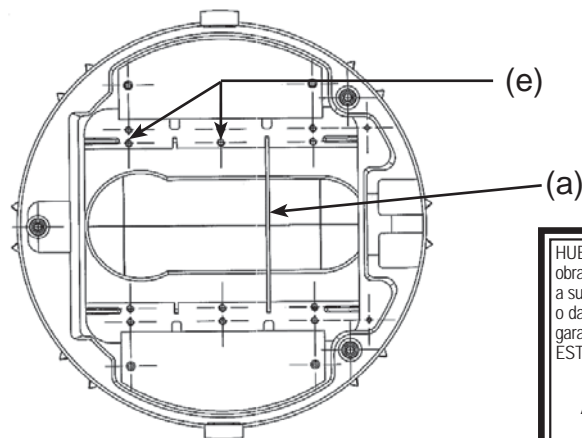

Fig. 2
2. Insert divider (a) between power and data devices at center, See Fig. 2. Center section may be all data, all power or divided 1/3-2/3.
2. Insérer le séparateur (a) entre les compartiments d'énergie et de données, consulter la Fig. 2. La section centrale peut être réservée totalement aux données, à l'énergie ou répartie 1/3-2/3.
2. Colocar el separador (a) entre los lados de alimentación y datos, ver Fig. 2. La sección central podrá ser toda de datos, toda de alimentación o una combinación 1/3-2/3 de ambas.